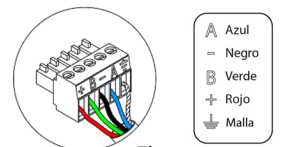

Fig. 15
Para la conexión al bus de conexión Airzone de la central ③ dispone de 1 borna de 5 pines. Fije los cables con los tornillos de la borna respetando el código de colores (Fig. 15).